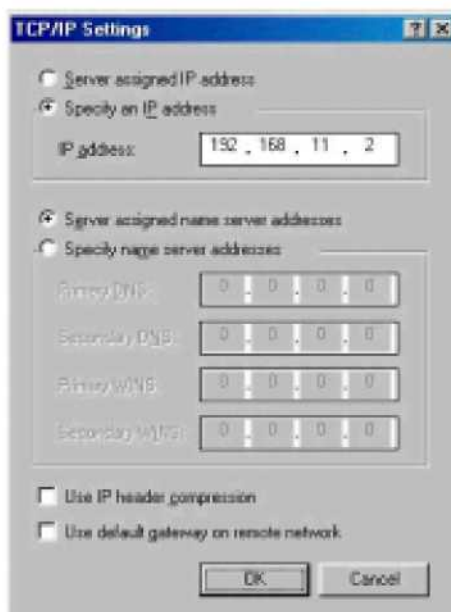

Рисунок 12.
- В окне свойств TCP/IP (см. рисунок 12) нажмите «Specify an IP address» («Указать IP-адрес») и введите следующий IP-адрес: 192.168.11.2. Должна быть выбрана опция «Server assigned name server addresses» («Адреса сервера имен назначаются сервером»). Опции «Use IP header compression» («Использовать сжатие IP-заголовков») и «Use default gateway on remote network» («Использовать шлюз по умолчанию в удаленной сети») должны быть отключены. Когда все настройки будут правильными, нажмите кнопку «OK».